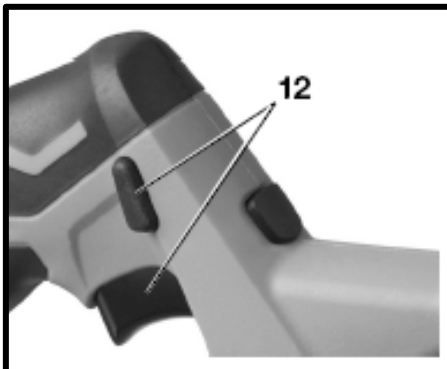

Рис.8
### 6.5. Включение/выключение (Рис.8).
- Нажмите на кнопку блокировки включения с левой или правой стороны и нажмите на саму кнопку включения (12) (Рис.8).
- Для выключения отпустите кнопку включения (12).